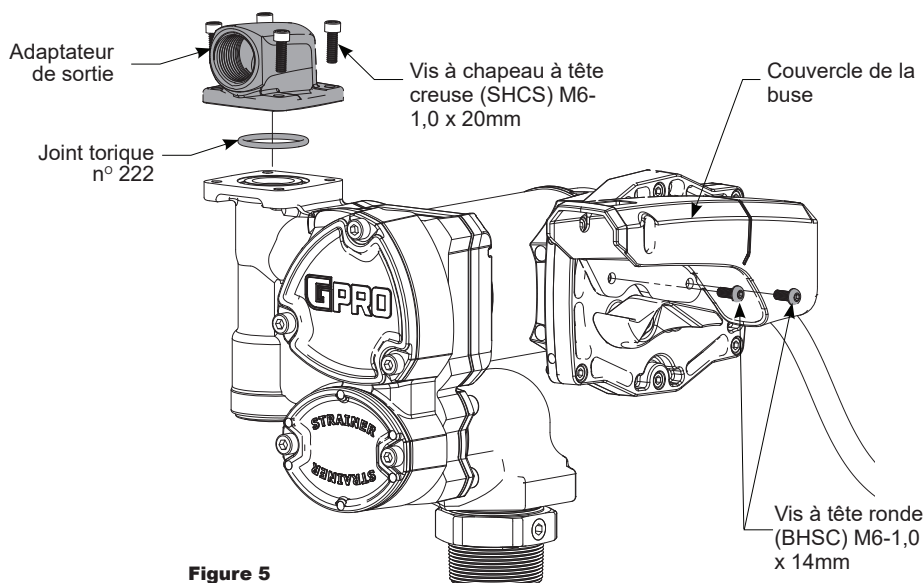

Figure 5
À l'aide d'une clé hexagonale de 4mm, installez le couvercle de la buse en utilisant (1) vis à tête ronde (BHCS) M6-1,0 x 14mm dans le trou inférieur (voir figure 5).
3. À l'aide d'une clé hexagonale de 5mm, installer les (4) vis à chapeau à tête creuses (SHCS) M6-1,0 x 20mm dans l'adaptateur de sortie 1 po NPT dans la direction voulue sur le port de sortie (voir figure 5).